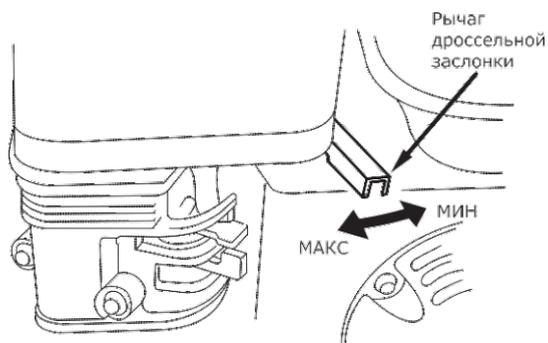

Рис.13
- Поставьте рычаг дроссельной заслонки на 1/3 хода в сторону положения «МАКС» (рис. 13).
- После прогрева двигателя поставьте рычаг дроссельной заслонки в положение «МАКС» для самозаполнения шлангов. Число оборотов двигателя и соответственно производительность мотопомпы регулируется изменением положения рычага дроссельной заслонки (рис. 13).